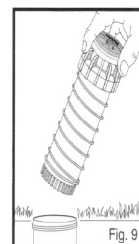

Fig. 9
2. Die komplette Regner-Getriebeeinheit kann durch Lösen der Gehäuse-Überwurfmutter dem Gehäuseunterteil entnommen werden. Danach drehen Sie den Düsendrehturm bis zum rechten Anschlagpunkt bzw. positionieren diesen Anschlagpunkt in Richtung der rechten Geländegrenze und verschrauben danach die Getriebeeinheit wieder komplett mit dem Unterteil. - Abbildung 9 -